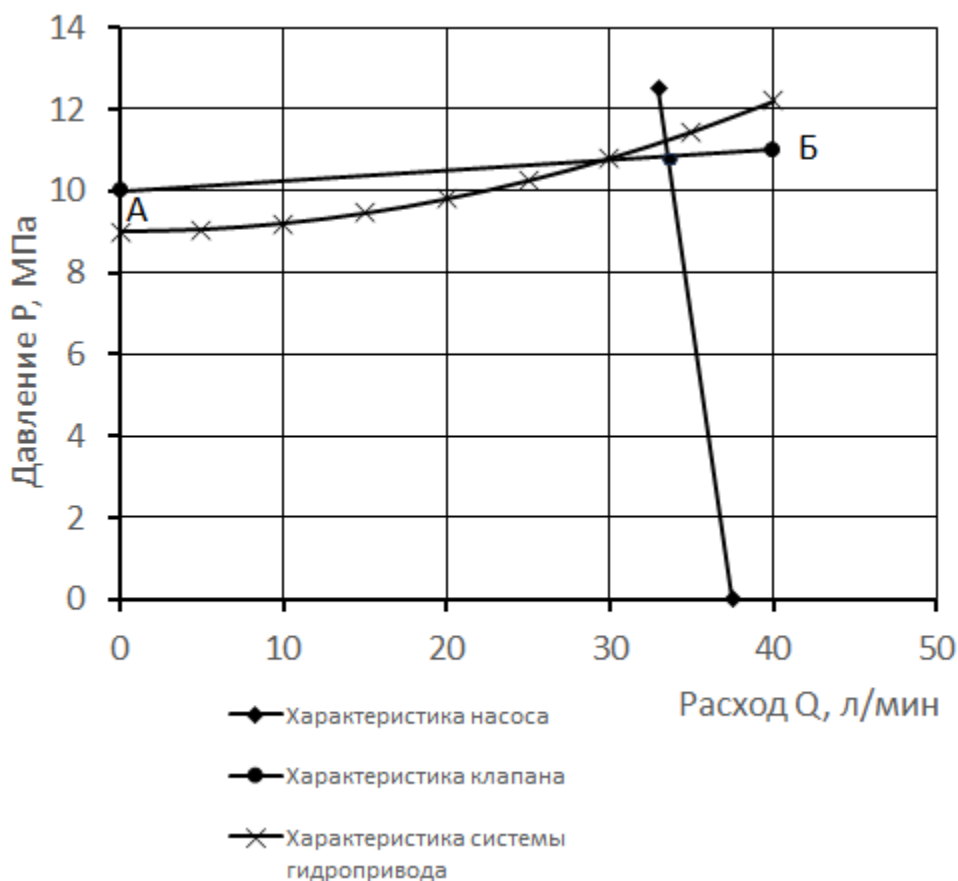

Рис.3
1. Определите параметры работы гидропривода: давление на выходе насоса, величину подачи насоса, расход рабочей жидкости через гидродвигатель, расход рабочей жидкости через предохранительный клапан при расположении характеристик насоса, предохранительного клапана и системы гидропривода, изображённых на рис.3.